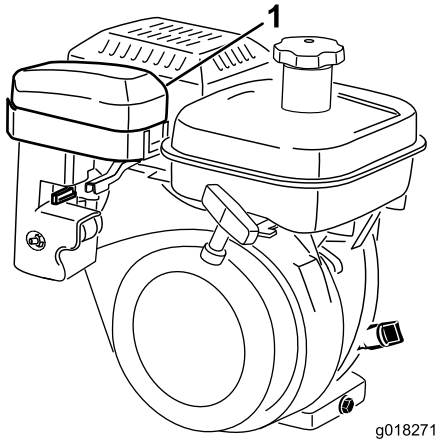
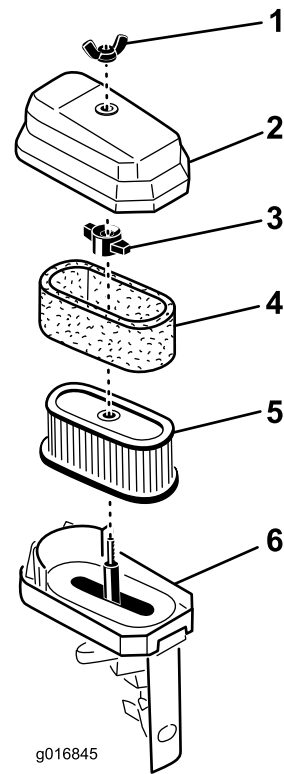

図 33
図 34
2. エアクリーナカバーをエアクリーナ本体に固定している蝶ナットを取り、カバーを外す。カバーを丁寧に清掃する 図 33 と 図 34。
3. スポンジを点検し、汚れていればペーパーエレメントから外す 図 34。スポンジをきれいに洗う。